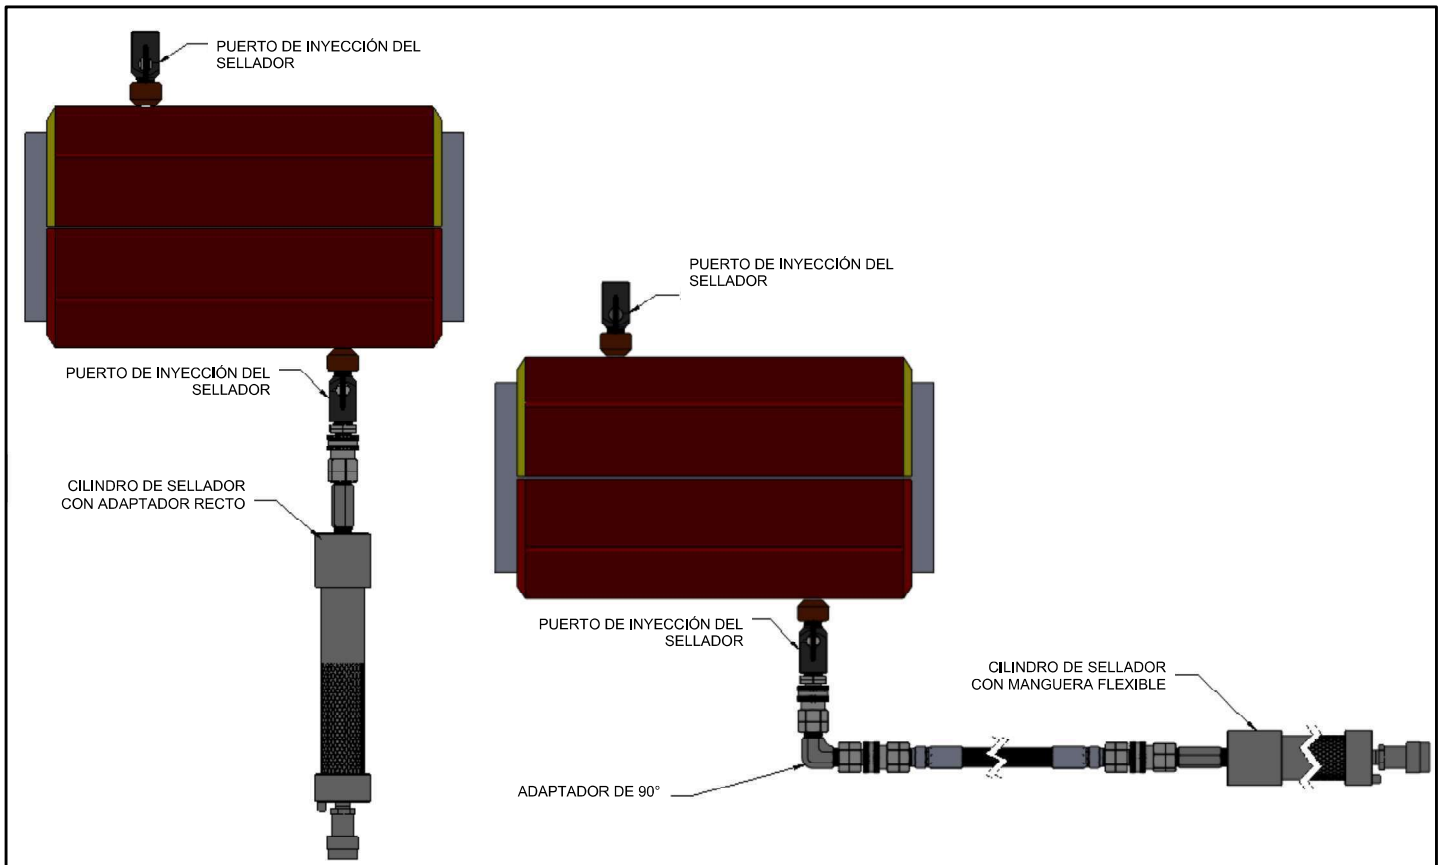
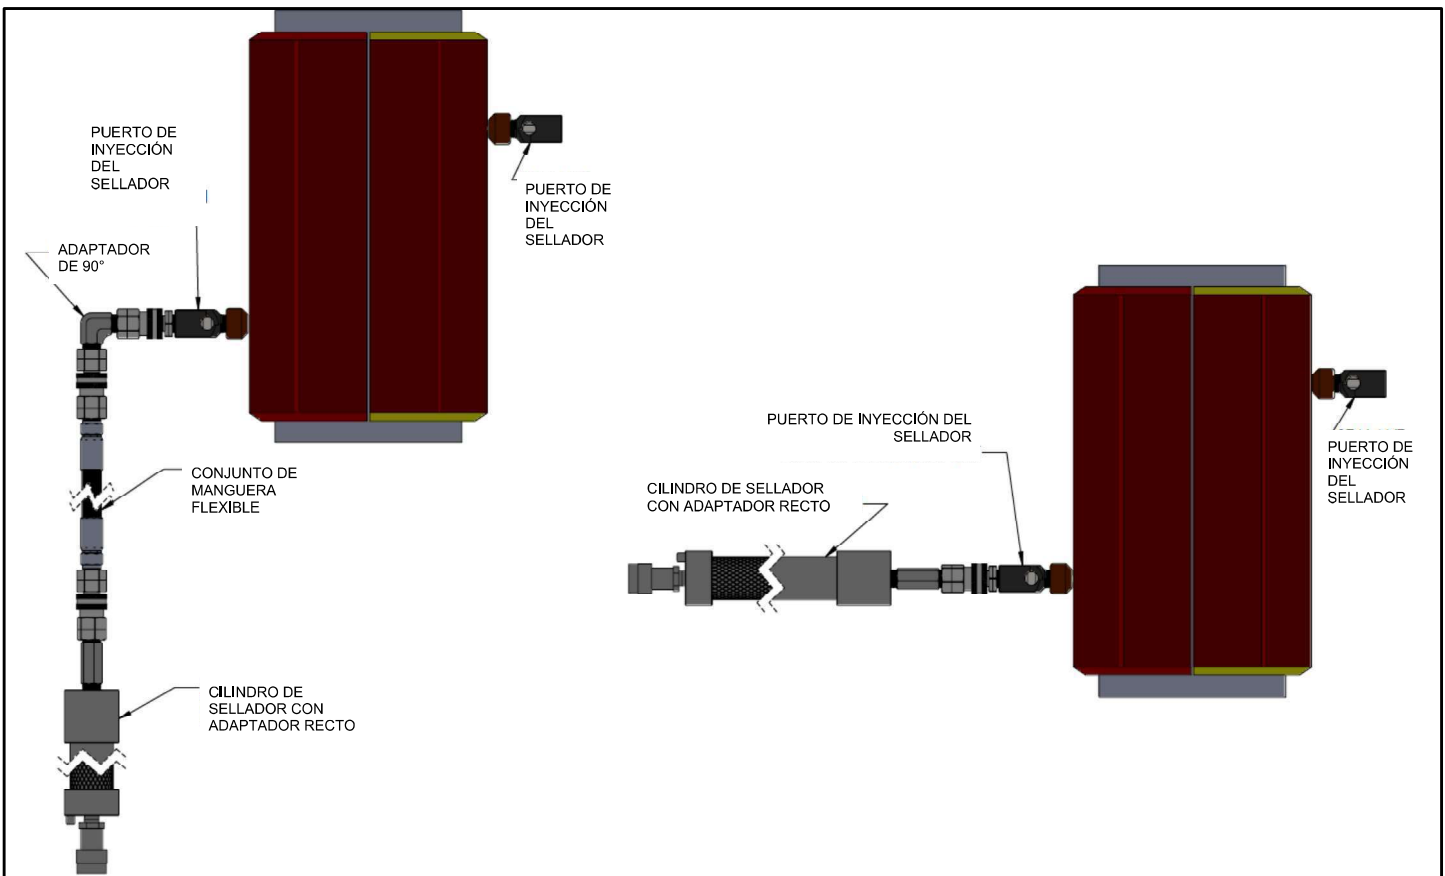

Figura 2
Figura 3
1. Durante la instalación del accesorio cerciőrese de tener un puerto de inyección del sellador lo más cerca posible a la parte superior y a la fuga, pero no directamente sobre ésta. Esto garantizará que el espacio anular del accesorio esté completamente lleno. Consulte la Figura 2 para las instalaciones horizontales. Consulte la Figura 3 para las instalaciones verticales.